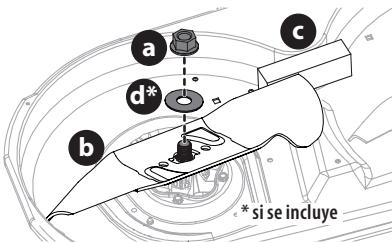

Figura 46
2. Coloque un bloque de madera (c) entre el alojamiento de la plataforma y el borde de corte de la cuchilla (b) para ayudar a aflojar la tuerca hexagonal (a) y la arandela (d)* que fijan la cuchilla (b). Utilice una llave de 15/16 pulgadas para aflojar la tuerca hexagonal (a) y la arandela (d)* (Figura 46).
3. Cuando reinstale las cuchillas, asegúrese de lo siguiente (Figura 46 en la página 66):